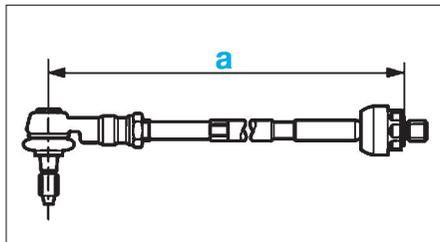

Fig. 10
- Assembler la biellette et la rotule en respectant la cote prescrite (a) (371 ± 1 mm) (Fig.10).